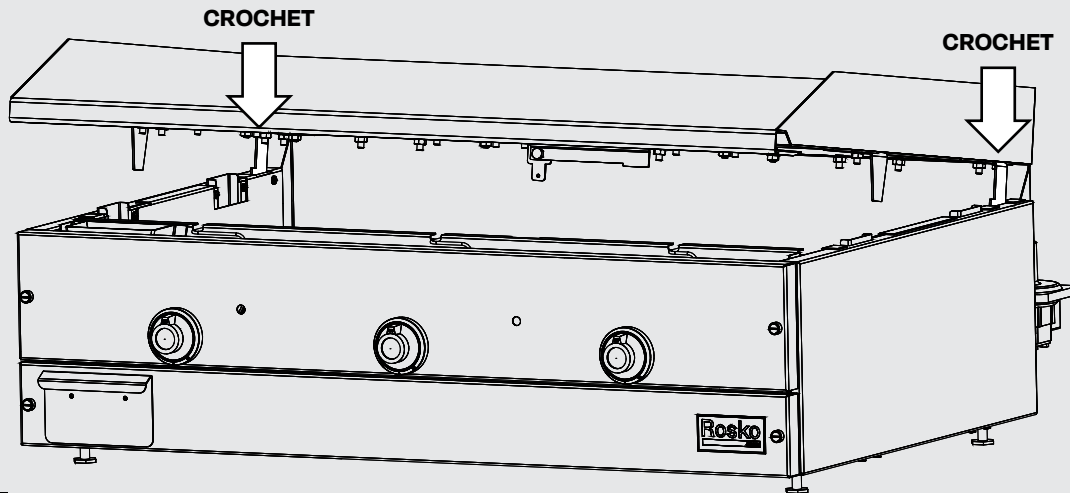

Figure 4
4. Insérer la plaque sur la base en insérant les crochets arrière dans les fentes prévues à cet effet dans la base. **(Figure 4)**